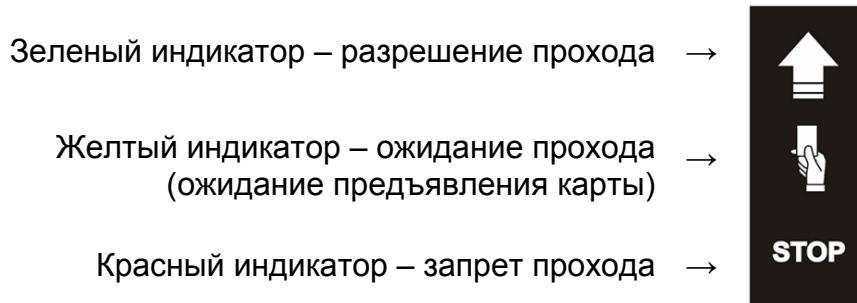

Рисунок 3 Мнемонические индикаторы блока индикации
Встроенный бесконтактный считыватель в виде отдельной платы без корпуса с антенной расположен под крышкой (4) картоприемника и предназначен для считывания карт доступа. В крышку встроен блок индикации (5) с тремя мнемоническими индикаторами (см. рис. 3). Кроме этого в крышке имеется щель (6) для приема разовых карт посетителей.